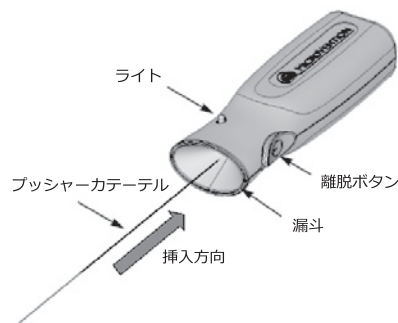

図2 離脱コントローラー
(1) プッシャーカテーテルの近位端を本品の漏斗部の挿入口にしっかりと差し込んで、プッシャーカテーテルの近位端を本品に接続する（図2）。